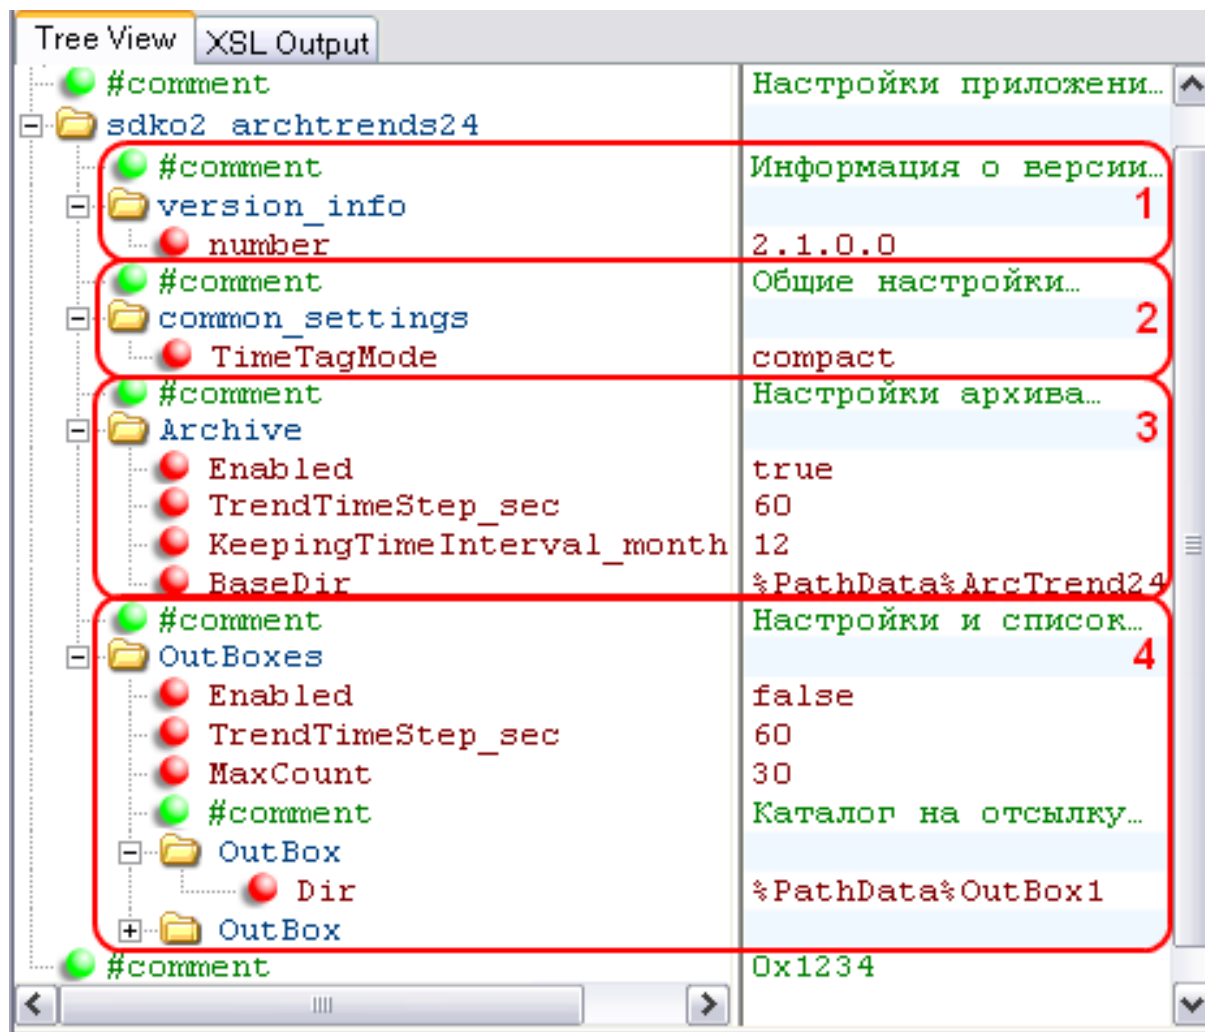

Рис. 68. Настройка функции архивирования суточных трендов
- `<version_info>` - информация о версии файла `sdco2_arctrend24.xml` (Рис. 68. Настройка функции архивирования суточных трендов [1]). Узел содержит атрибут `<number>` – номер версии.
- `<common_settings>` - общая настройка функции записи суточных трендов (Рис. 68. Настройка функции архивирования суточных трендов [2]). Узел содержит атрибут `<TimeTagMode>` – режим записи временных тегов. Допустимы следующие значения для атрибута:
- <Archive> – настройки записи архива суточных трендов ([Рис. 68. Настройка функции архивирования суточных трендов \[3\]](#)). Узел содержит следующие атрибуты:
- <OutBoxes> – список каталогов для пересылки файлов ([Рис. 68. Настройка функции архивирования суточных трендов \[4\]](#)). Узел содержит следующие атрибуты: